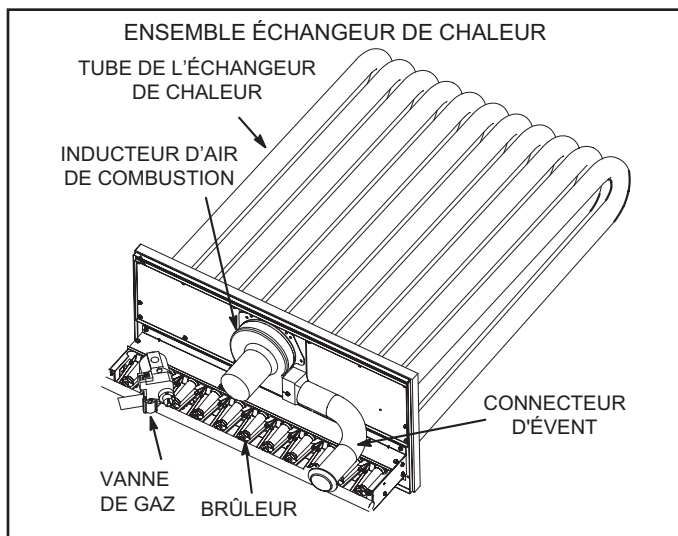

FIGURE 40
- 3 - Retirez et conservez les vis fixant l'inducteur d'air de combustion sur la boîte à feu. Retirez le connecteur d'évent. Reportez-vous à la FIGURE 40.